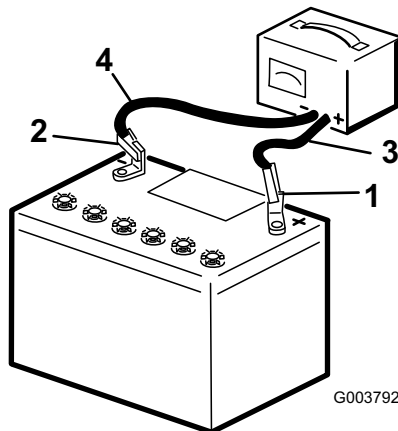

Figure 4
4. Quand la batterie est chargée au maximum, débranchez le chargeur de la prise, puis débranchez les fils du chargeur des bornes de la batterie (Figure 4).
3. Connectez un chargeur à la batterie (Figure 4) et chargez la batterie au régime de à 6 à 10 ampères pendant une heure au minimum. Ne chargez pas la batterie excessivement.